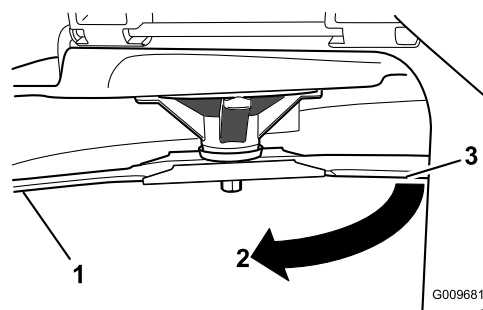

Figura 45
4. Rode mesma lâmina 180 graus para que a extremidade de corte oposta esteja agora na mesma posição (Figura 45).